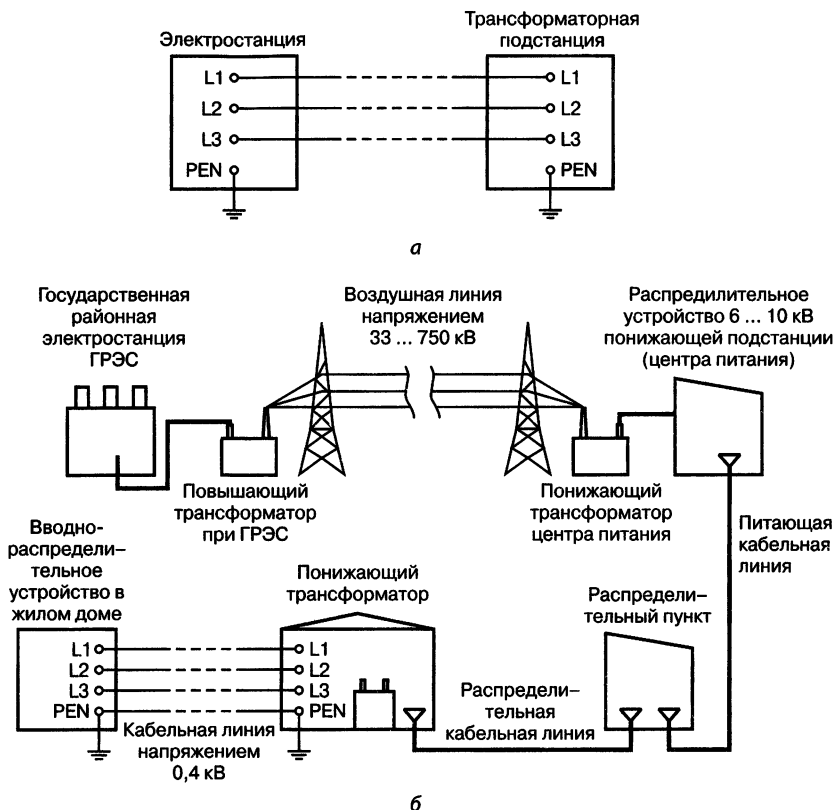

Рис. 2.1. Упрощенная схема подачи электроэнергии от электростанции до трансформаторной подстанции:
*С электростанции по линиям электропередач к ближайшей к нам трансформаторной подстанции идут **три** провода — **три фазы**. Земля, по которой мы ходим, тоже участвует в передаче энергии в качестве **четвертого** провода (рис. 2.1, а). Напряжение на проводах ЛЭП, а затем и силовых кабелях, входящих в ваш дом, существует не само по себе, а измеряется **относительно земли**.*